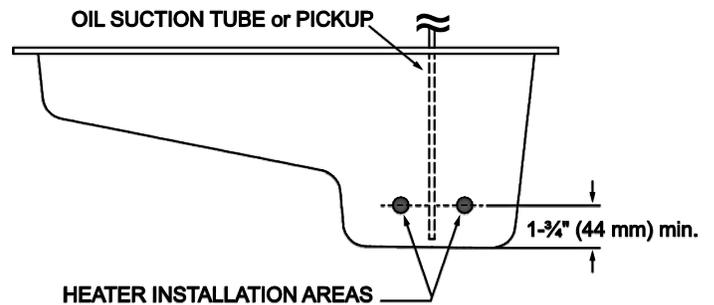

图 5. 可能的加热器安装区域。使加热器远离吸油管。
4. 将机油加热器安装在油盘或机油箱一侧较低的地方。切勿将加热器安装在低于距离机油箱底部或内壁 $1\frac{3}{4}$ 英寸(44 mm) 的地方。使加热器远离内部对象。见图 5。